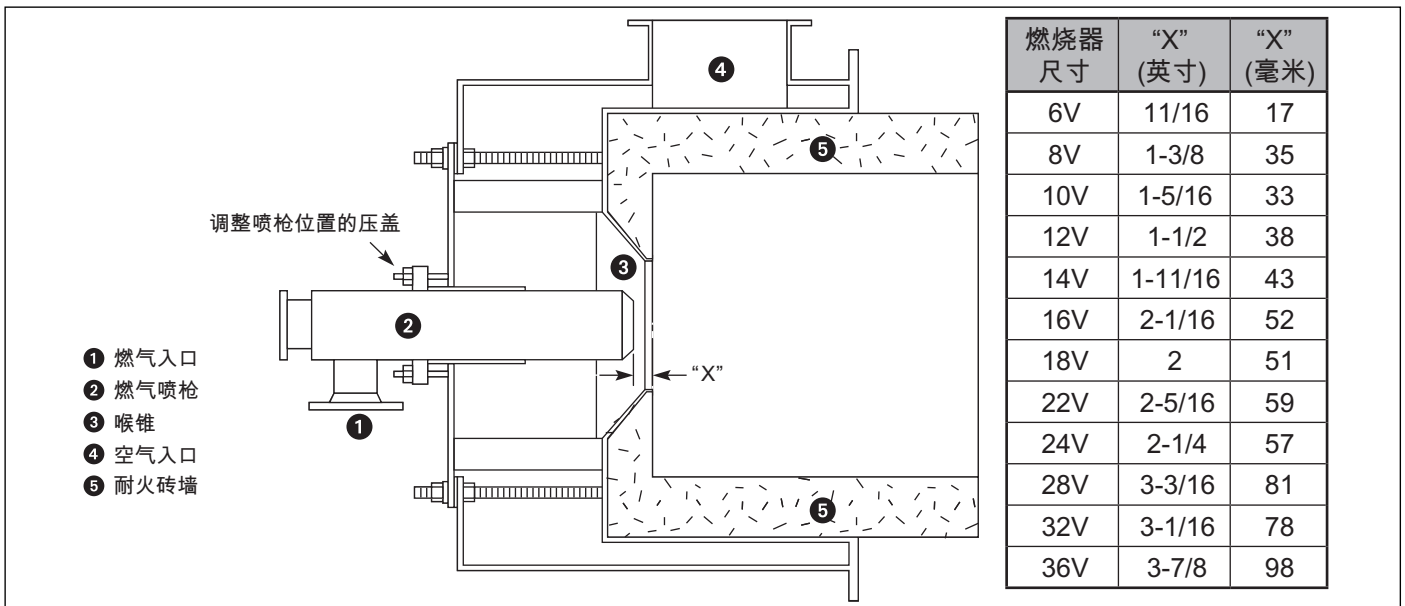

图 3.1. Vortometric 型燃烧器燃气喷枪位置。
适用于天然气专用燃烧器调整 (图 3.1)
2. 使用图 3.1 中的图表，根据你的燃烧器尺寸确定“X”尺寸。